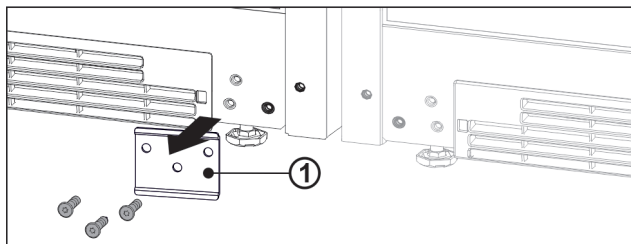

Fig. 13
- Wenn das Blech Fig. 13 (1) verbaut ist, Blech abschrauben.